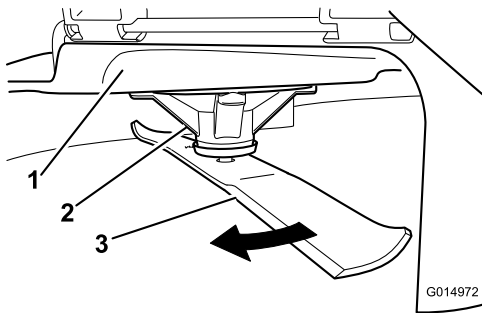

Bild 61
2. Tragen Sie dicke Handschuhe oder andere angemessene Handschuhe und drehen Sie das Messer, das Sie messen möchten, langsam in eine Stellung, in der das Messen des Abstands zwischen der Schnittkante und der ebenen Fläche der Maschine möglich ist (**Bild 61**).